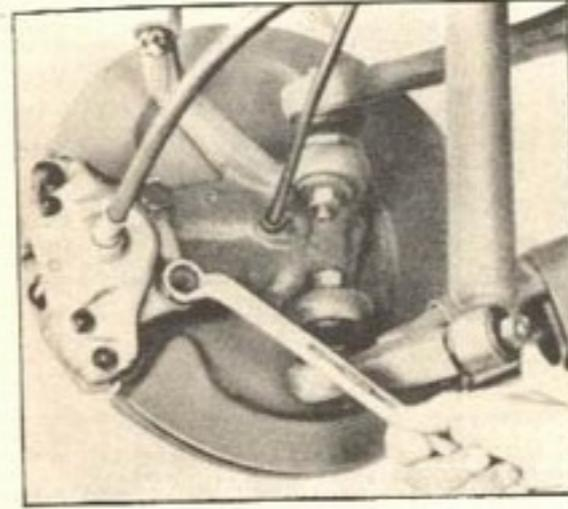

Fig. 15-V
- 2) Retiram-se os parafusos de fixação dos cilindros do freio a disco (Fig. 15-V) e caso esteja aquecido, deve-se esperar que esfrie. Depois de retirado o corpo dos cilindros, pendura-se o mesmo com um arame em gancho no corpo da suspensão; nunca deixar pendurado pelo tubo flexível.